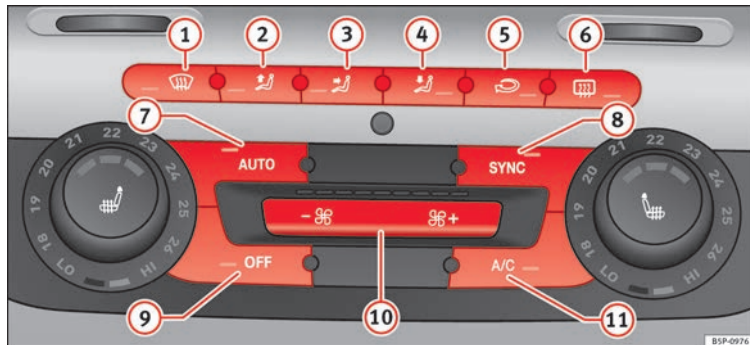

Abb. 117 Bedienelemente der 2C-Climatronic an der Instrumententafel.
- Zur Einstellung der Temperatur auf der linken bzw. rechten Seite drehen Sie die Einstellräder »Abb. 117 für die Temperaturvorbwahl.
- Drücken Sie die Taste **AUTO** » **Abb. 117**. Am Display des Radios wird „AUTO High“ angezeigt (hohe Gebläsestufe).
- Drücken Sie erneut die Taste **AUTO** » **Abb. 117**. Am Display des Radios wird